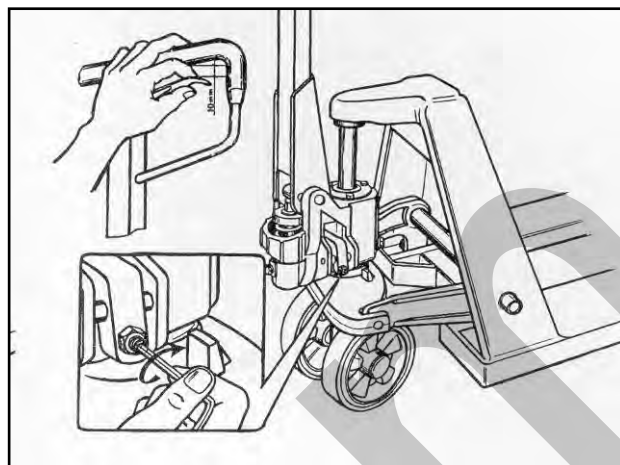

Figura 21 – Regolazione valvola.
5. Posizionare la leva di comando a 10 mm dal bordo superiore del timone (Figura 21), quindi avvitare la vite a brugola in senso orario, appena il sollevatore inizia a scendere stringere il dado tenendo ferma la vite a brugola.